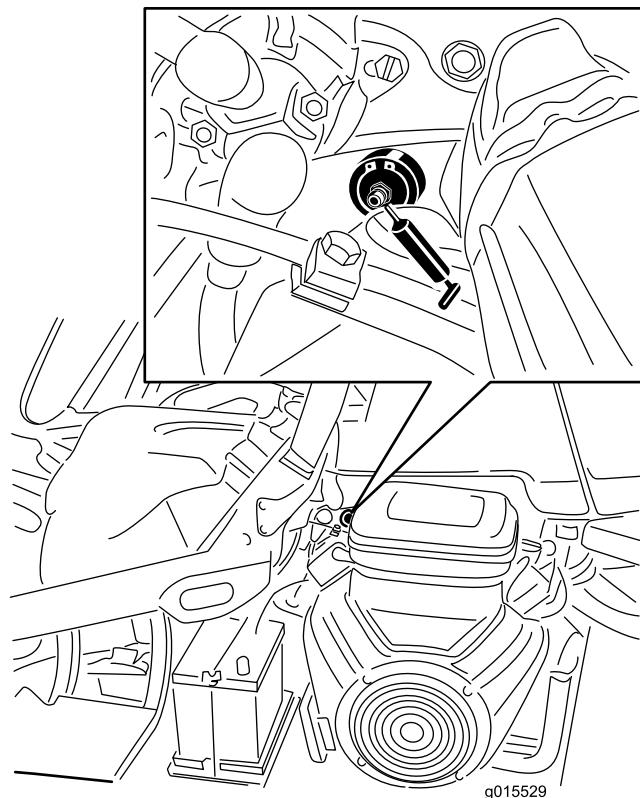

図 40
- 異物を入れてしまわないよう、グリスフィッティングをきれいに拭く図40